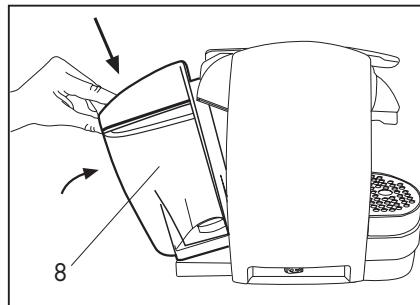

Fig. 3
- Reinserire il serbatoio inclinandolo leggermente e appoggiandolo sulla valvola dell'acqua. Premere la parte superiore nella macchina fino a sentire uno scatto. Onde evitare fuoriuscite d'acqua, controllare che il serbatoio sia fissato. (**Fig.3**)